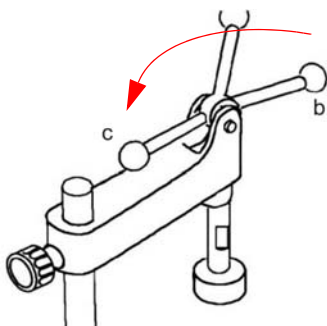

Abb. 24: Klemmhebel in Position bringen
- Schritt 5: Um das Werkstück zu klemmen, stellen Sie den Klemmhebel von „b“ in Position „c“ (Abb. 24).